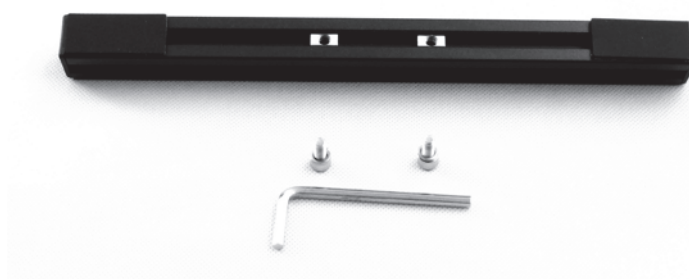

Рис. 2.11.
- 5.1. Выкрутите винты с шайбами из профильных гаек (рис. 2.11).